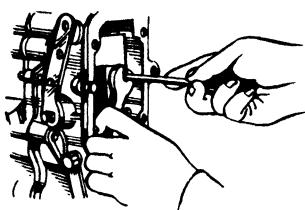

Рис. 63. Вывертывание винта двуплечего рычага
7. Проверить частоту вращения, соответствующую концу выброса рейки, определяемому по моменту прекращения подачи топлива форсунками. Конец выключения подачи должен происходить при частоте вращения на 55—100 об/мин выше оборотов начала выброса рейки. Подрегулировать его можно с помощью винта двуплечего рычага (рис. 63). При ввертывании винта частота вращения конца выключения уменьшается, при вывертывании увеличивается. При этом, однако, изменяется и начало выключения, поэтому необходима его последующая проверка и подрегулировка по п. 5.